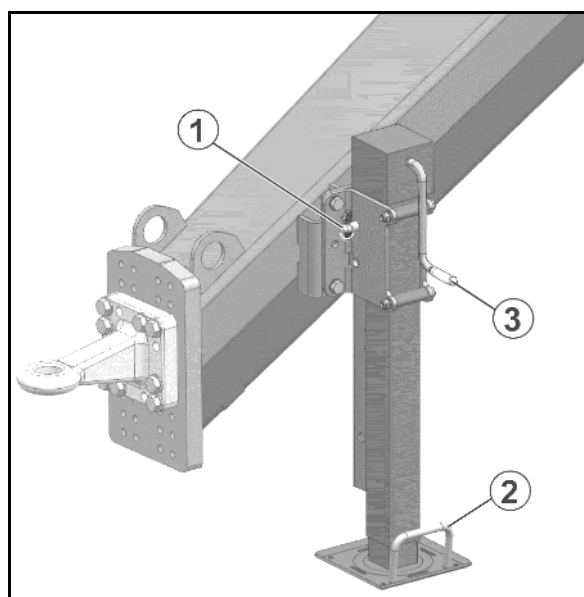

Рис. 55
1. Ослабьте пружинный фиксатор и (Рис. 55/1) вытяните палец.
2. Поднимите/опустите опору за ручку (Рис. 55/2)
4. Поднимите/опустите опору в соответствии с необходимостью с помощью ручкоятки (Рис. 55/3).